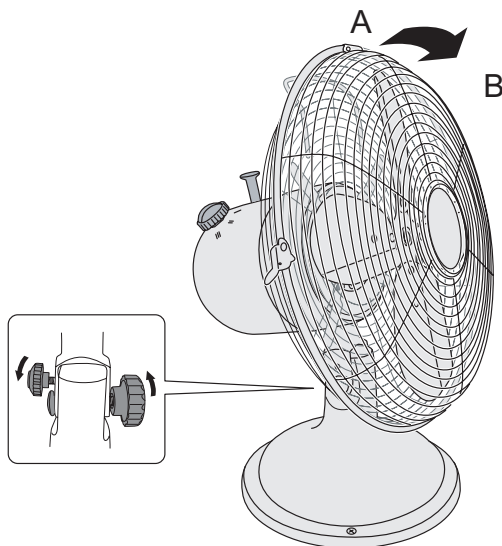

Figure 2
2. Réglez la direction souhaitée du courant d'air (voir la figure 2). Le ventilateur offre les possibilités suivantes:
- a. dirigé droit vers l'avant (situation A) ou légèrement vers le bas (situation B). Desserrée les vis de sécurité. (voir la figure 2) Faites tourner la corbeille du ventilateur et le bloc moteur dans le plan vertical pour obtenir la position désirée. (sous un angle de 10 °) Serré les vis de sécurité.